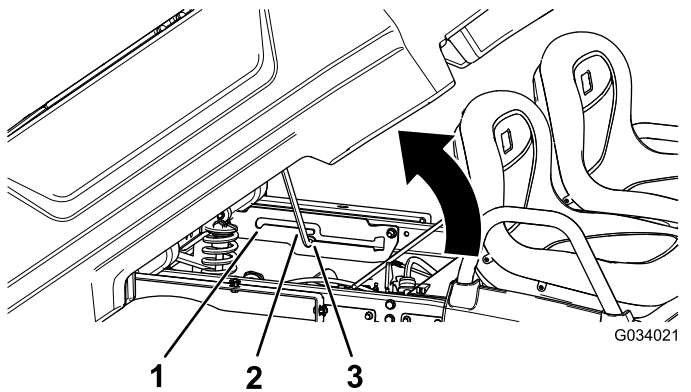

Bild 16
2. Ziehen Sie die Stützstange in den Arretierungsschlitz für die Entleeren-Stellung, um die Ladepritsche für das Entleeren zu arretieren (Bild 16).
2. Ziehen Sie die Stützstange in den Arretierungsschlitze für die Wartungsstellung, um die Ladepritsche für die Wartung zu befestigen (Bild 16).
2. Schieben Sie die Stützstange aus dem Arretierungsschlitze heraus (Bild 16).